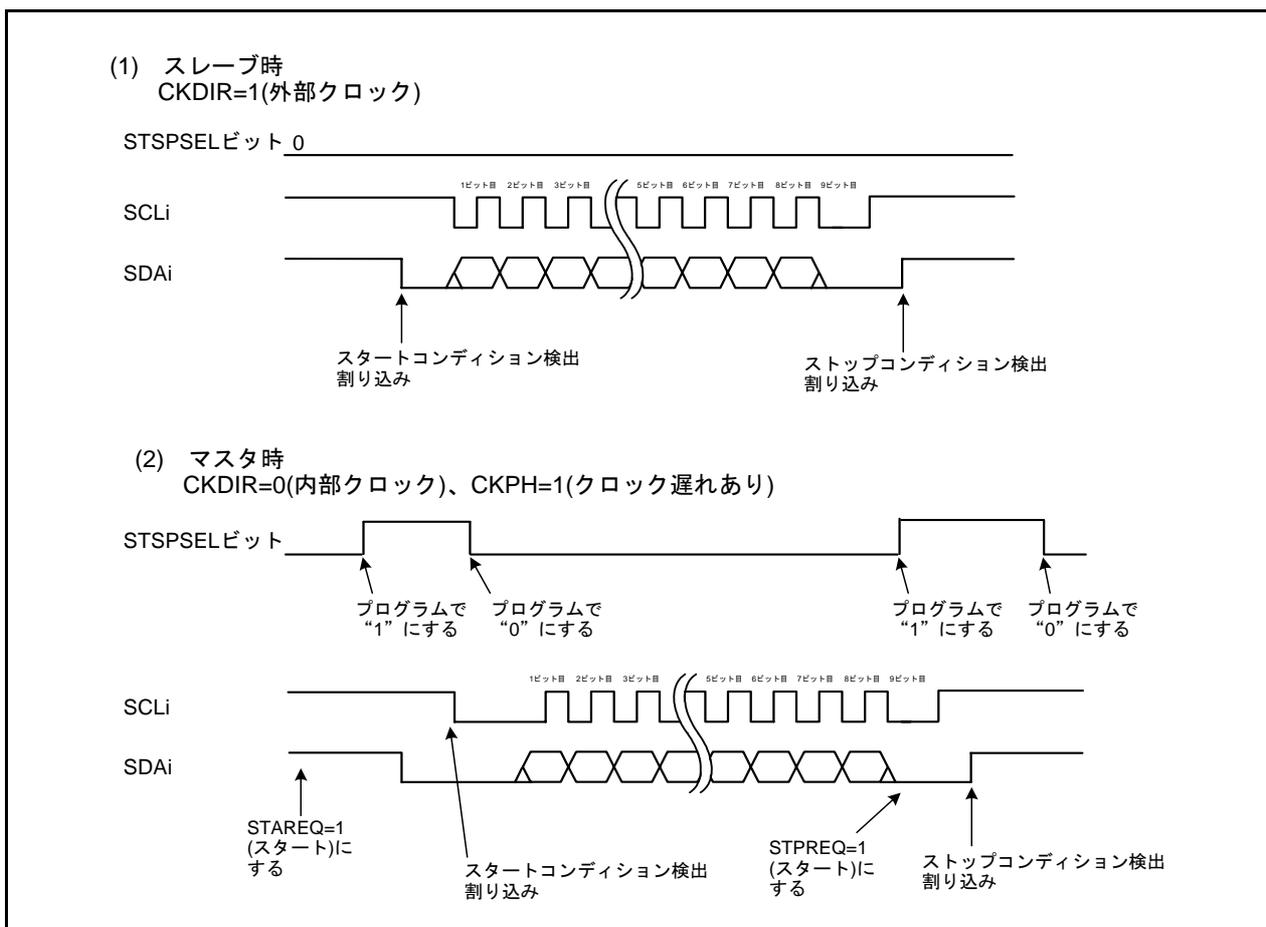

図 17.27 STSPSELビットの機能
注5. 「図 17.27 STSPSEL ビットの機能」参照。
- (1) STAREQビット、RSTAREQビット、またはSTPREQビットを“1”(スタート)にする
- (2) UiSMR4レジスタのSTPSELビットを“1”(出力)にする
- 表17.14と図17.27にSTPSELビットの機能を示します。